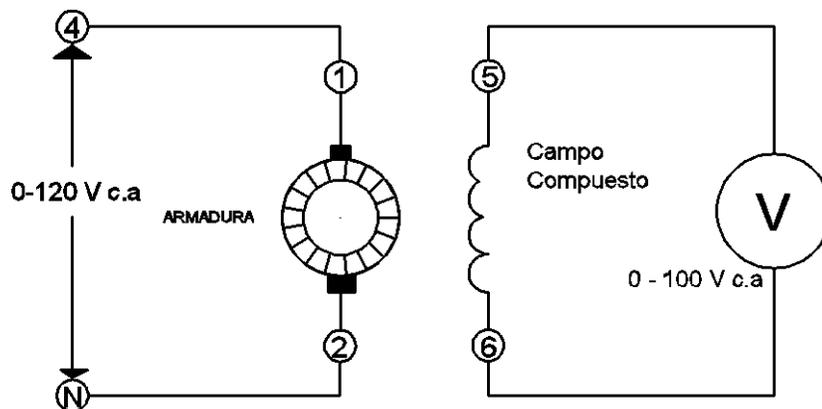

FIGURA 1
- 2.- Obtención de la posición neutra de las escobillas. Arme el que se muestra en la figura 1.